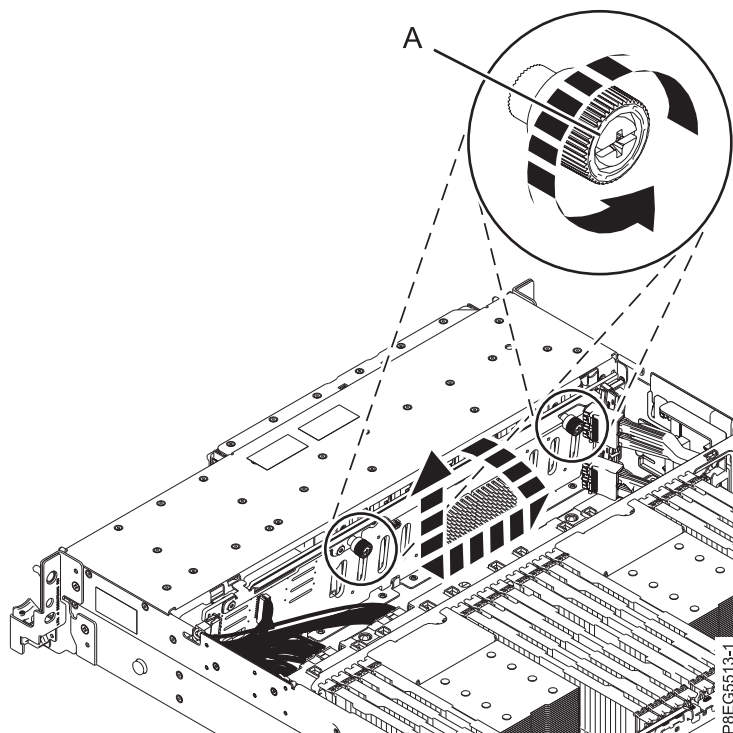

図 16. ディスク・ドライブ・バックプレーンの解放
6. 20 ページの図 16 に示すように、ディスク・ドライブ・バックプレーンの各拘束つまみねじ (A) を、完全に緩むまで慎重に緩めます。